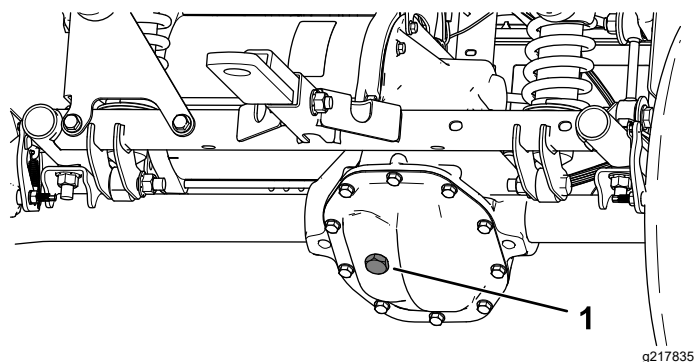

Figura 50
4. Retire el tapón de llenado del transeje (Figura 50).
5. Si el nivel de fluido es bajo, retire el tapón de llenado y añada fluido del tipo especificado hasta que salga del orificio (Figura 50).
4. Retire el tapón de llenado del transeje, y llene el transeje con el fluido especificado hasta que salga del orificio de llenado (Figura 50).